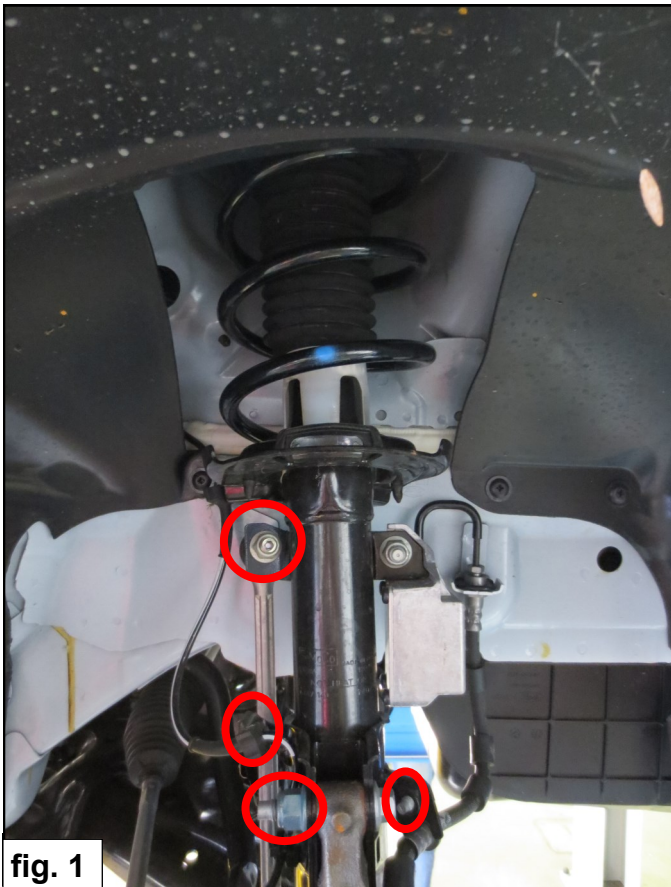

fig. 1
2. Entfernen Sie das Federbein an der Vorderseite nach dem Werkstattthandbuch (fig. 1).
2. Enlevez la jambe de force conformément au manuel d'atelier (voir figure 1).